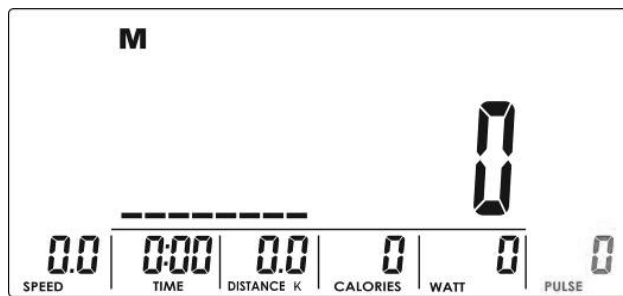
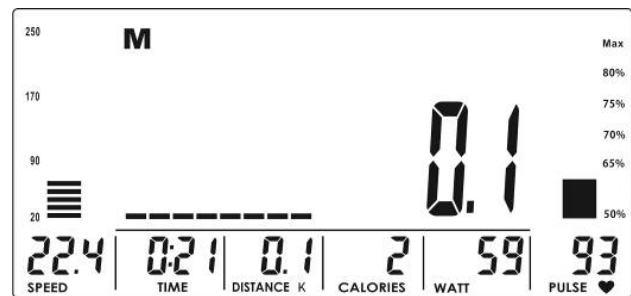
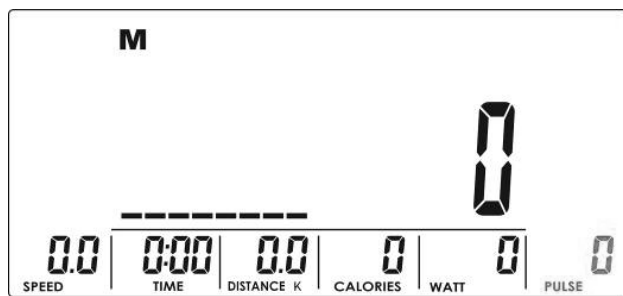

Abbildung 23
Abbildung 24
Abbildung 25
(4) Der LCD Bildschirm zeigt den BMI (Abb. 23), den Fettanteil (FAT %, Abb. 24) und das Körperfettsymbol (BODY FAT, Abb. 25) an.
(5) Fehlermeldung: